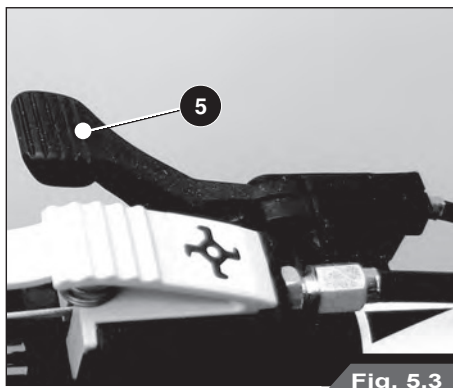

Fig. 5.3
- Mettre la manette des gaz (5) à mi-course (Fig. 5.3).
- Préparer la machine à l'allumage en agissant sur la manette Starter (11) pour moteurs à essence.